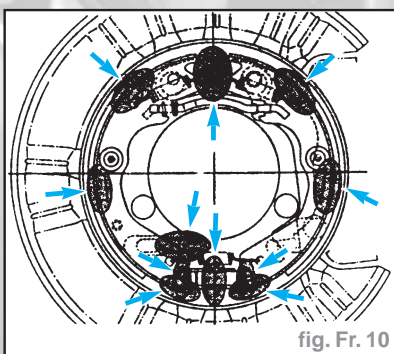

fig. Fr. 10
- Avant de poser les ensembles mâchoires, appliquer une couche de graisse spéciale (fournie dans le kit de réparation) aux axes de pivot (flèche) (fig. Fr. 10).